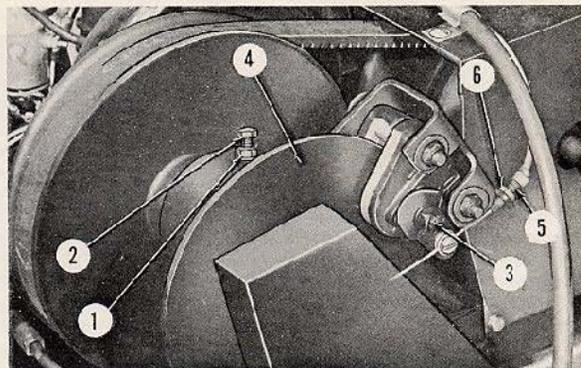

FIGURE 15
1. Desserrez l'écrou de la vis de réglage (Fig. 15, Réf. 1).
2. Desserrez l'écrou de blocage de la vis excentrique, Fig. 15, Réf. 1 ce qui permettra de déplacer la vis excentrique, Réf. 2, détendant la chaîne. Enlevez l'écrou qui retient la petite roue d'engrenage. Enlevez la chaîne et la roue.
5. Déplacez la vis excentrique, Fig. 15, Réf. 2, tendant la chaîne à la tension désirée. La chaîne devrait avoir à peu près 1/2" de jeu puis serrez l'écrou, Fig. 15, Réf. 1.
Les freins à cisque commandés à la main possèdent des sabots en fibre de longue durée et requièrent très peu d'entretien, seulement un réglage occasionnel. (Figure 15)
10. Faites tourner les poulies afin que la surface plane ci-haut mentionnée soit adjacente au moteur. Ceci permettra de glisser la courroie entre le chapeau et le moteur (Fig. 15).